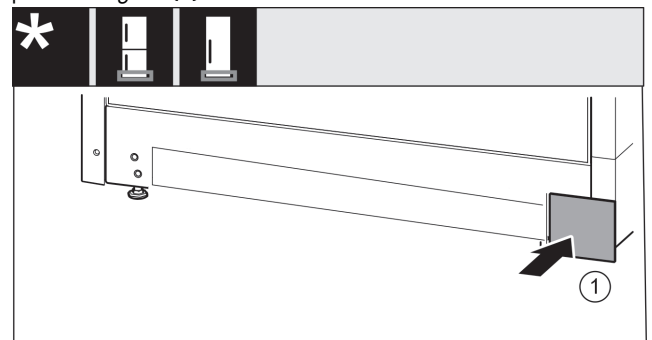

Fig. 17
- Vendosni sërish në vend kapakun mbulues në anën tjetër. Fig. 17 (1)